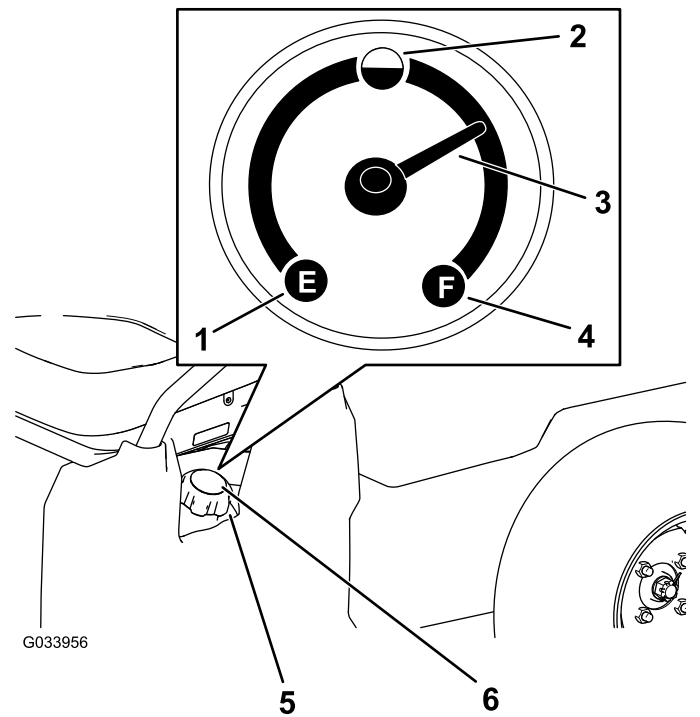

Figure 14
4. Nettoyez la surface autour du bouchon du réservoir de carburant (Figure 14).